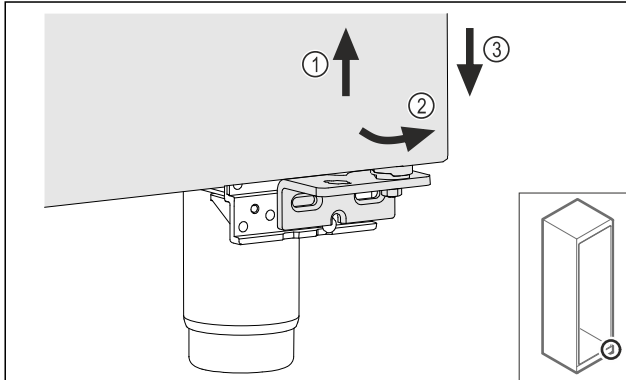

Fig. 19
- ▶ Трохи підніміть двері Fig. 19 (1), нахиліть їх знизу вперед Fig. 19 (2) та опустіть Fig. 19 (3).